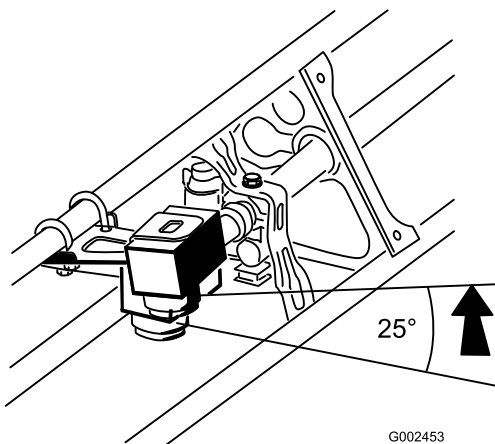

図 3
- センサーが地表面に対して平行な状態から約 25 度上向きに傾くようにセンサーと保護チューブを回転させて位置を決め、この状態で U ボルトのロックナットを全部本締めしてセンサーと保護チューブを固定する（図 3）。この調整が終了した状態で、保護チューブがセンサーの上になければいけない。